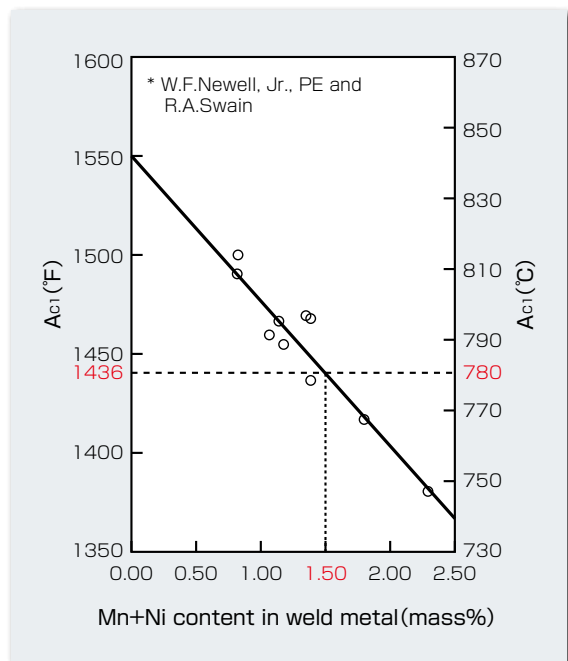

図2 高Crフェライト鋼溶接金属のMn+Ni量と A_{c1} の関係
①Mn+Ni量の上限規制
②PWHT温度の上限規制
を企図する改訂が行われており、フレッシュマルテンサイトの形成を抑制するという思想で共通している。図2に、高Crフェライト鋼溶着金属のMn+Ni量とA_{Cl}の関係を示す⁴⁾。2001年に公開されたこの図が、各規格の改定の発端になっている。最新版では①②はそれぞれ、